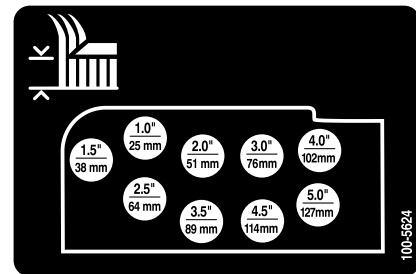

Figura 20
- Monte as correntes da altura de corte no orifício da altura de corte desejada (Figura 20) com o contrapino e pino de segurança.